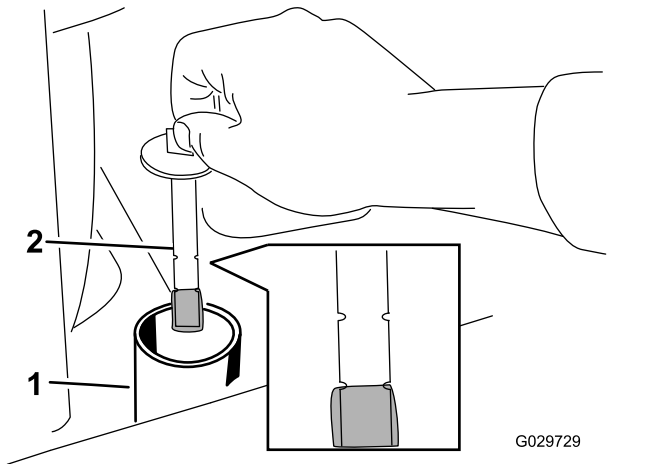

Figura 65
- Retire el tapón y la varilla del depósito hidráulico (Figura 65).